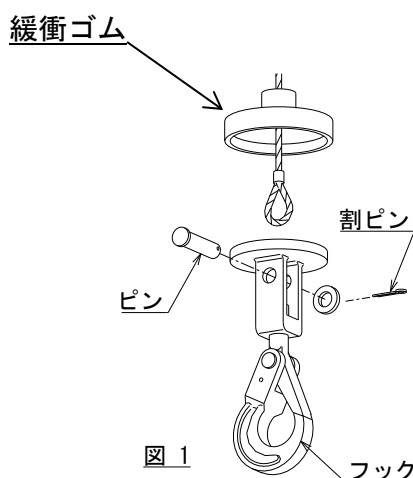

図 1
- 1) 割ピンを手持ちのプライヤーなどで取り外し、ピンを抜き、ワイヤロープを外す。(図 1)
- 1) 新しいワイヤロープをフックに付いている円板の長穴に通してください。(図 1)